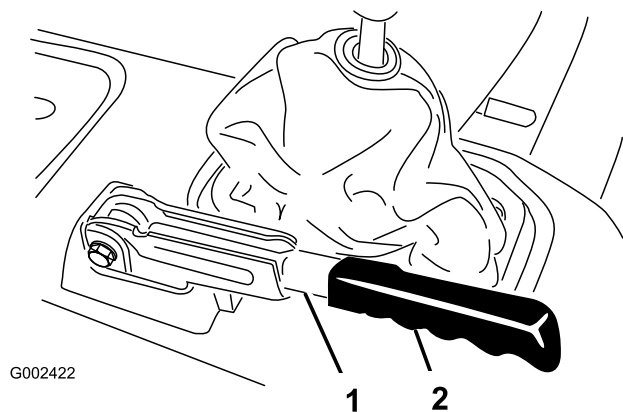

Figure 66
1. Enlevez la poignée en caoutchouc du levier de frein de stationnement (Figure 66).